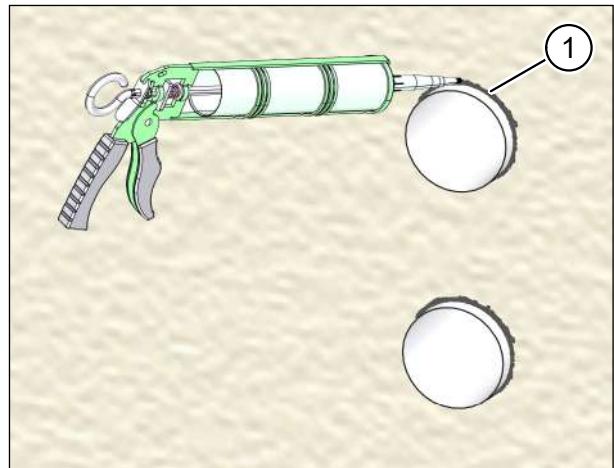

Abb. 27: Lüftungsrohre an der Außenwand abdichten
- ▶ Fasen Sie beide Rohrdurchbruchkanten (Pos. 1 in Abb. 27) mit ca. 5 x 45° ab, um einen Freiraum für die Dichtungsfugen mit dauerelastischem Dichtstoff zu schaffen.